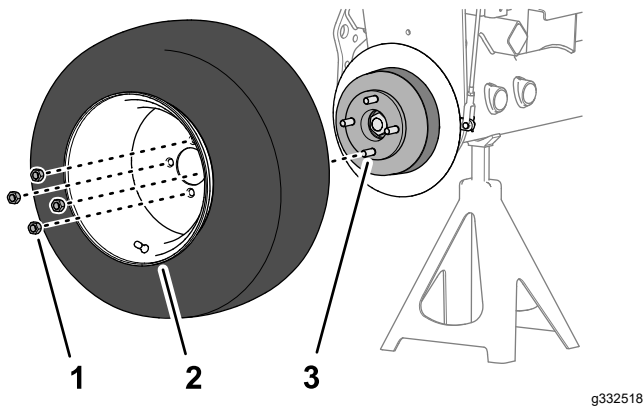

Рисунок 74
1. Отверните 4 зажимные гайки, которые крепят переднее колесо к ступице, и снимите колесо (Рисунок 74).